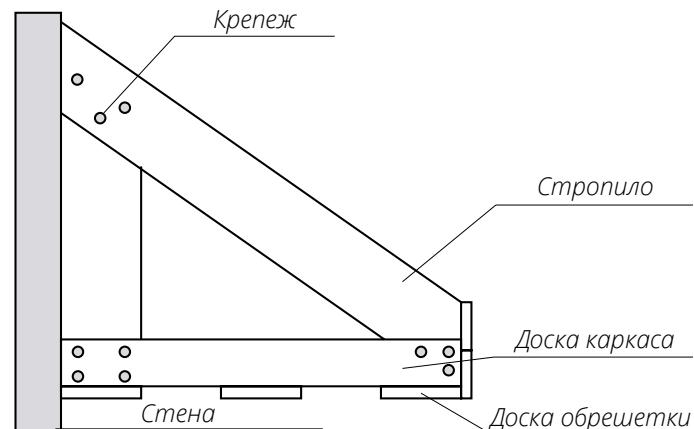

Рис. 4
- Со стороны стены и лобовой доски прибейте 2 доски для крепления к ним доборных элементов и планок софита. Если длина свеса более 80 см, используйте 3 точки крепления для софита (рис. 4). Доски должны быть достаточной ширины, чтобы закрепить в них и доборные элементы и софиты, например, 100 мм.